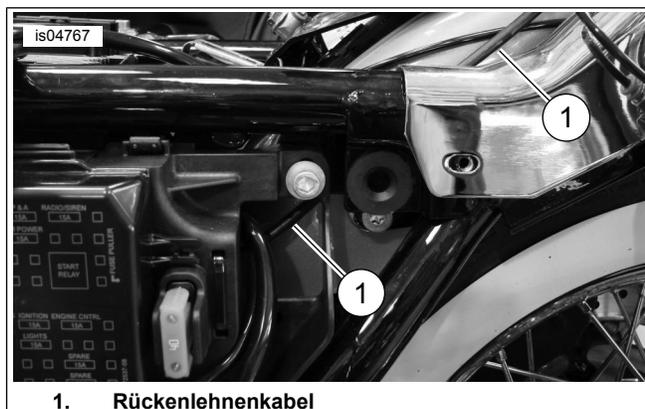

Abbildung 10. Führung des Rückenlehnenkabels
15. Siehe Abbildung 10. Führen Sie das Kabel (1) zwischen dem Batteriefach und dem Sicherungskasten/der Elektrizitätstafel hindurch. Möglicherweise muss die Elektrizitätstafel gelöst werden, damit das Kabel zwischen Rahmen und Elektrizitätstafel passt. Führen Sie das Kabel (1) weiter vom Ende der Elektrizitätstafel nach oben zwischen dem Rahmen und dem Hinterradschutzblech hindurch, dann zur Oberseite des Hinterradschutzblechs bis zur Rückenlehnenhalterung.
16. Siehe Abbildung 10. Führen Sie das Kabel (1) zwischen dem Batteriefach und dem Sicherungskasten/der Elektrihtafel hindurch. Möglicherweise muss die Elektrihtafel gelöst werden, damit das Kabel zwischen Rahmen und Elektrihtafel passt. Führen Sie das Kabel (1) weiter vom Ende der Elektrihtafel nach oben zwischen dem Rahmen und dem Hinterradschutzblech hindurch, dann zur Oberseite des Hinterradschutzblechs bis zur Rückenlehnenhalterung.